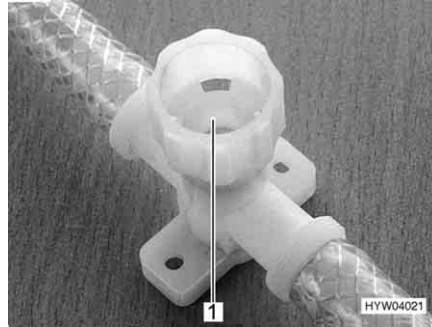

Bild 158 Avtappningskran för varmvattenaggregat
- Stäng alla avtappningskranar. Vrid då locken (Bild 158,1) medurs.
- Öppna alla avtappningskranarna till varmvattenaggregatet. Vrid då locken (Bild 158,1) moturs.